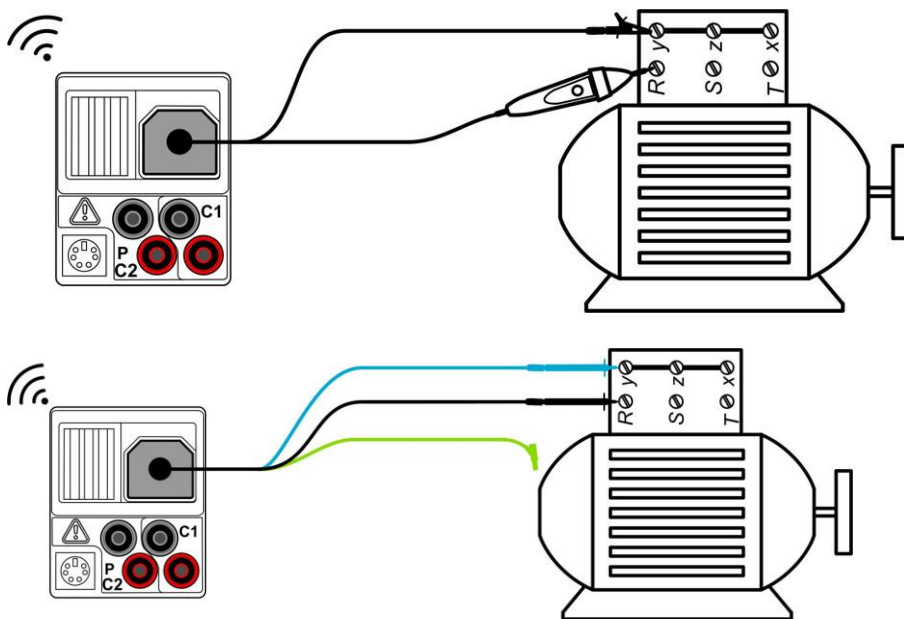

Abbildung 5.11: Anwendungen für Tip-Commander und 3-Leiter-Testadapter
- ❑ **Schließen** Sie die Prüfleitungen am Prüfling an, (siehe *Abbildung 5.11*)